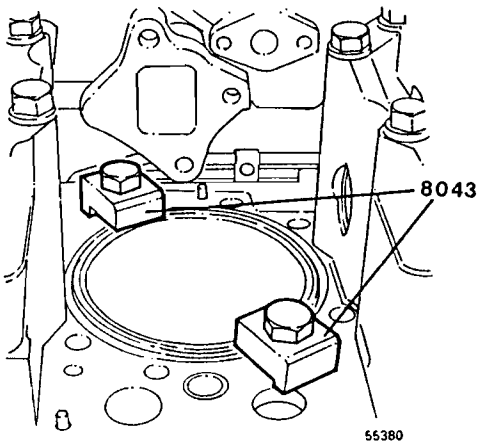

Fig. 100
- 27 Montar las dos herramientas 8043 para mantener en su sitio la camisa, véase fig. 100.